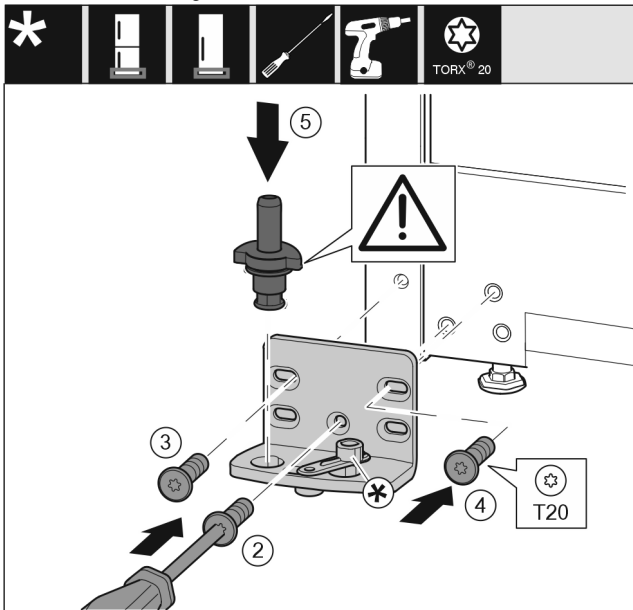

Fig. 36
- ▶ Monter lagerbukken på den andre siden, og skru den på med en skrutrekker T20. Begynn med skruer 2 nederst i midten. Fig. 36 (2)
- ▶ Skru fast skruer 3 og 4. Fig. 36 (3,4)
- ▶ Sett lagerbolten fullstendig på. Pass samtidig på at låsebolten peker bakover. Fig. 36 (5)
- ▶ Monter lagerbukken på den andre siden, og skru den på med en skrutrekker T20. Begynn med skruer 2 nederst i midten. (2)
- ▶ Drei lukkedemperforbindelsen 180°. Skru den på på andre siden av lagerbukken med skrutrekker T20. (5)
- ▶ Sett lagerbolten fullstendig på. Pass samtidig på at låsebolten peker bakover. (6)